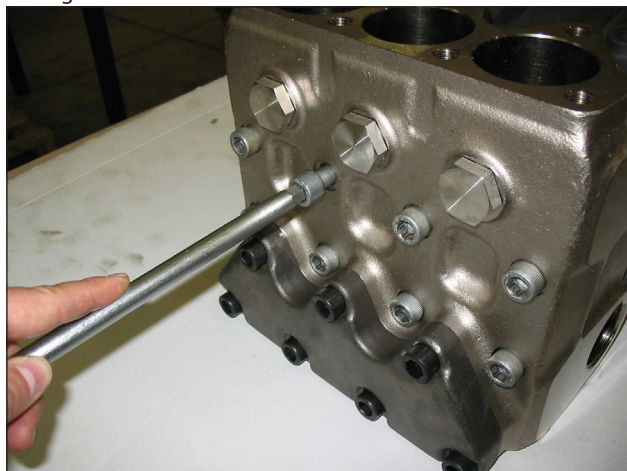

Fig. 21
A) Svitare le viti fissaggio testata M12x150 come indicato in Fig. 21.